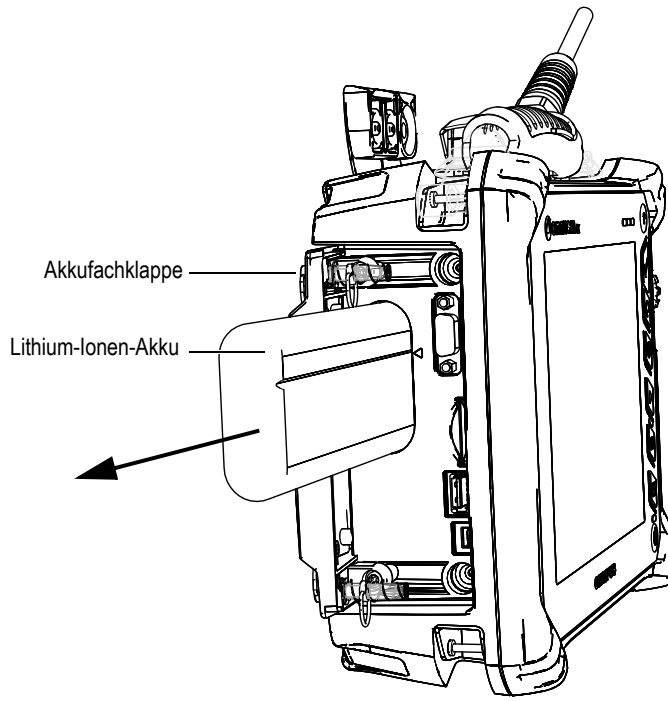

Abbildung 3-6 Herausnehmen des Lithium-Ionen-Akkus
2. Ziehen Sie den Akku an der Lasche heraus (siehe Abbildung 3-6 auf Seite 48).